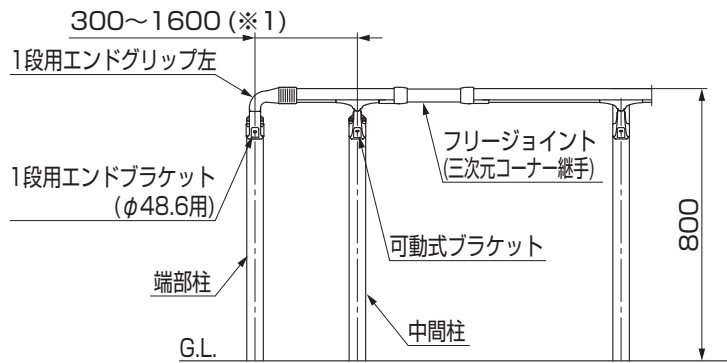
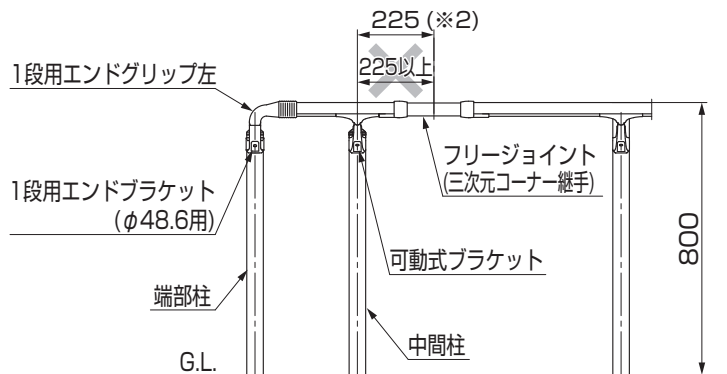

図11-1
図11-2
- 端部柱と中間柱の柱ピッチは300～1600mm(※1)を必ず守ってください。(図11-1参照)
- 中間柱からのフリージョイント(三次元コーナー継手)の飛出し寸法は225mm(※2)を必ず守ってください。(図11-2参照)
- 「図11-1」、「図11-2」のような施工でアルミ柱を使用している場合は、フリージョイントを使用しないでください。